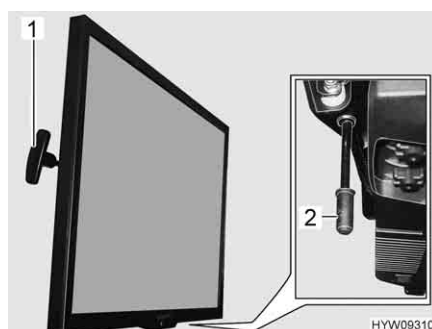

Fig. 77 Schermo piatto (scorrevole)
- Tirare la maniglia (Fig. 77, 1) e tenerla in posizione. Lo schermo piatto è sbloccato.
- Tirare la maniglia (Fig. 77,2) verso il basso e tenerla in posizione. Lo schermo piatto è sbloccato.